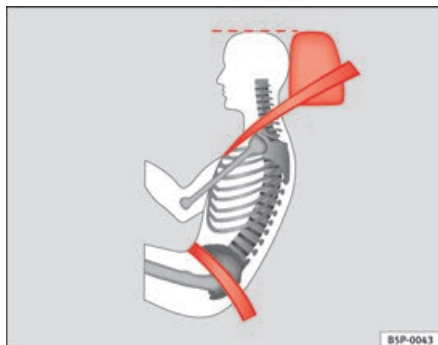

Fig. 14 Cintura di sicurezza e poggiatesta (visti di lato) posizionati correttamente
- Il tratto addominale del nastro deve passare sul bacino e non sull'addome. La cintura di sicurezza deve aderire bene al bacino ⇒ **fig. 14**. Se necessario si deve tendere un po' la cintura tirandola con la mano.